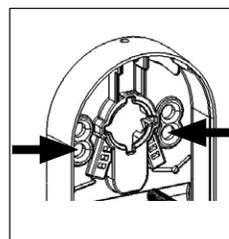

Fig. 4
3. Aperte a concha traseira com os dois parafusos da roseta removidos anteriormente (fig. 4). Para isso, selecione os dois orifícios de fixação **inferiores** na concha traseira.